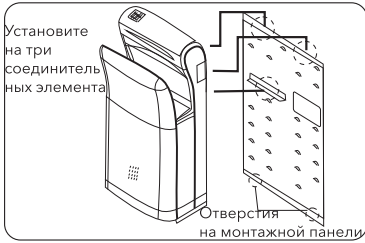

Рис. 4
**2. Установка сушилки на монтажную панель, см. рис. 4**